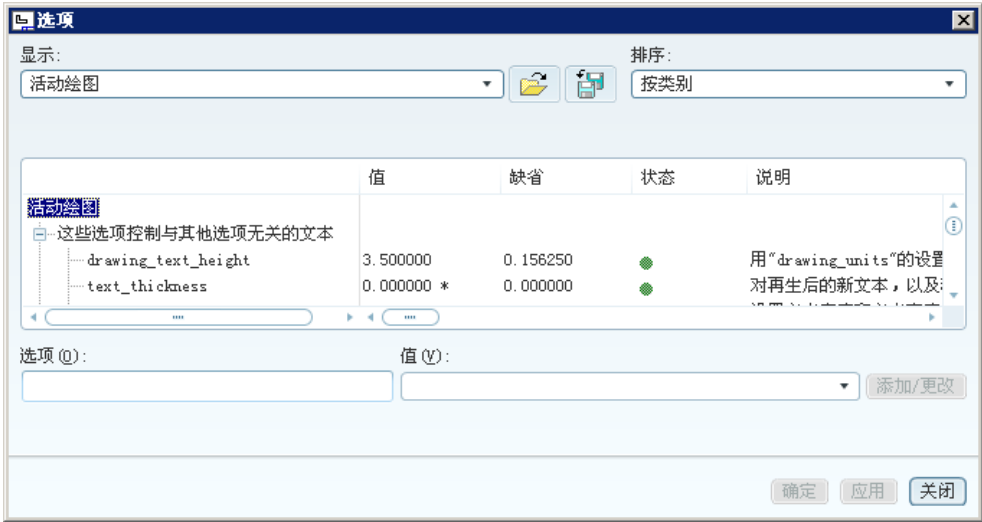

图 5.5.1 “选项”对话框（一）
Step2. 选择下拉菜单 **文件(F)** → **绘图选项(O)** 命令，系统弹出图 5.5.1 所示的“选项”对话框。